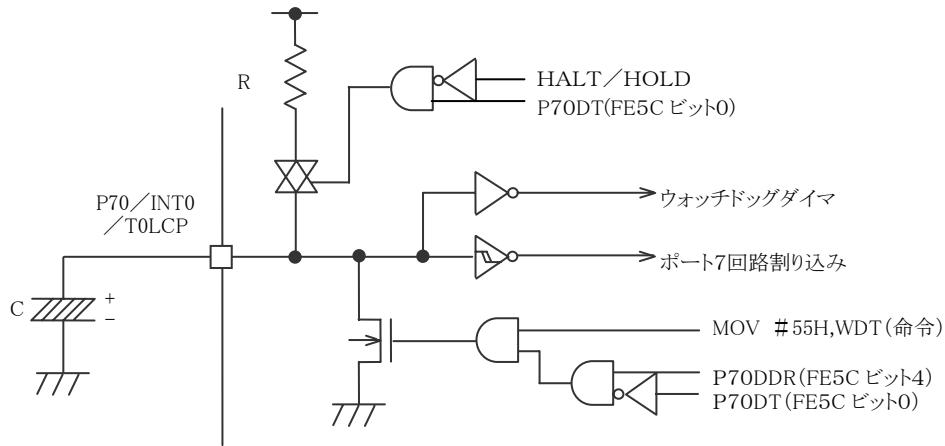

図4-5-3 プログラマブル・プルアップ抵抗を使用した場合の応用回路
- ③ポート7制御レジスタ(P7:FE5C)のビット4, 0を0, 1としてP70/INT0/TOLCP端子にプログラマブル・プルアップ抵抗をつけた場合、ウォッチドッグタイマで外付けする抵抗を省略することができます(図4-5-3参照)。